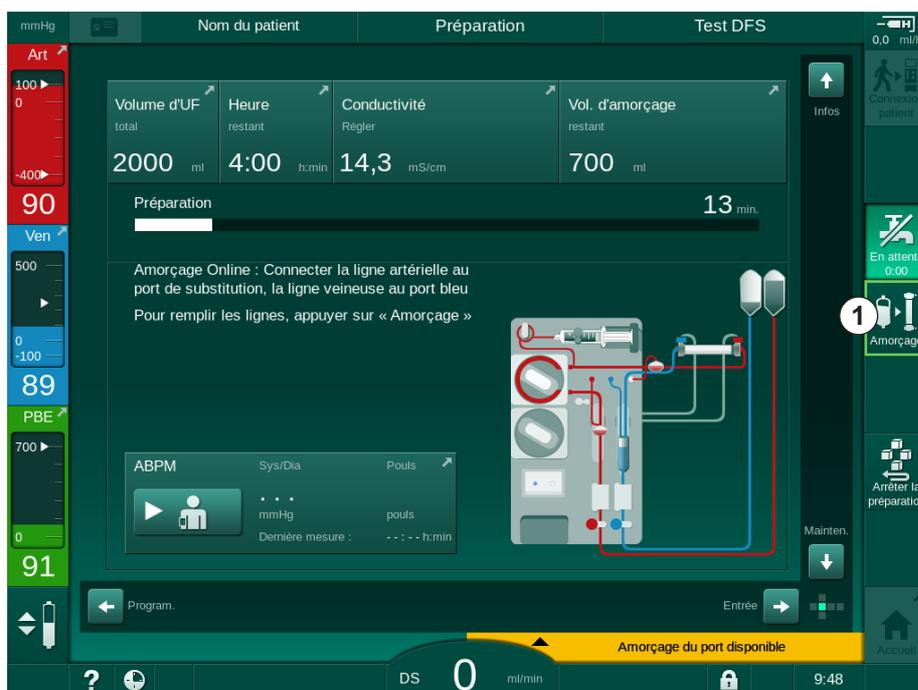

Fig. 3-16 Icône surlignée *Débuter l'amorçage*
S'il faut appuyer sur un bouton pour aller vers la phase opératoire suivante de l'appareil (par ex. démarrer l'amorçage, entrer en thérapie), ce bouton est surligné par un écran clignotant (voir Fig. 3-16, ①).